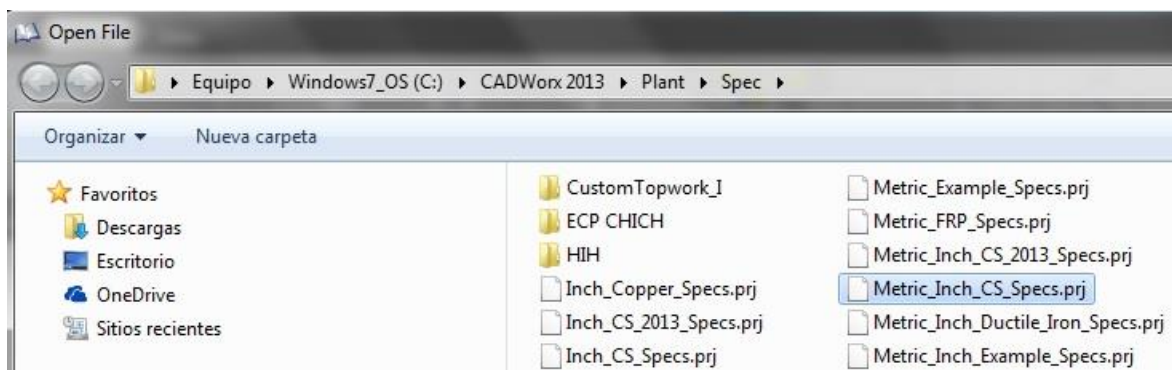

Figura 3. Selección de proyecto *Metric_Inch_CS_Specs.prj*
- Haga clic en "Open", seleccionar el proyecto: "Metric_Inch_CS_Specs.prj", clicar pestaña inferior derecha "abrir" (ver figura 3).